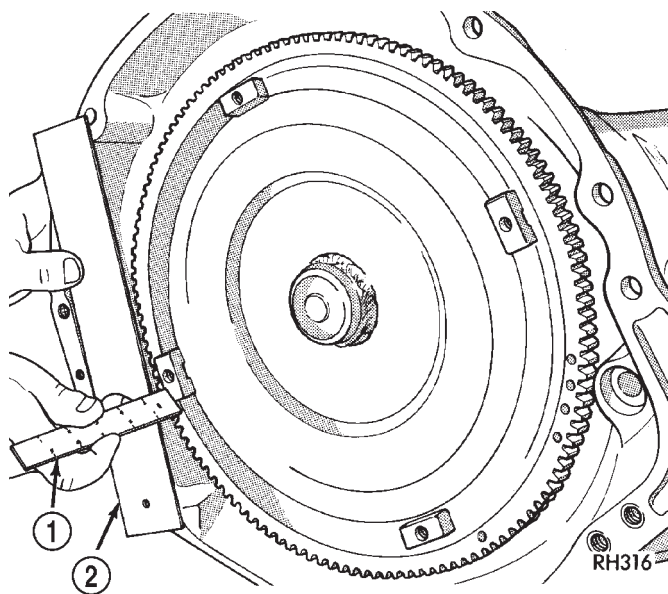

Fig. 307 Verificación del asentamiento del convertidor de par
(3) Alinee el convertidor y la abertura de la junta de la bomba de aceite.
(4) Inserte la maza del convertidor de par en la bomba de aceite.
(5) Mientras empuja el convertidor de par hacia adentro, gírelo hasta que asiente por completo en los engranajes de la bomba de aceite.
(6) Verifique al asentamiento del convertidor con una escala y una regla de trazar (Fig. 307). La superficie de las orejetas del convertidor debe estar a 12,7 mm (1/2 pulg.) de la parte posterior de la regla de trazar cuando el convertidor está totalmente asentado.
(7) Si fuera necesario, sujete momentáneamente el convertidor con el gato de carpintero fijado a la cubierta del convertidor.
(8) Instale la transmisión en el vehículo. (Consulte el grupo 21 - TRANSMISION/TRANSEJE/AUTOMATICO - 41TE - INSTALACION).
(9) Llene la transmisión con el líquido recomendado. (Consulte el grupo 21 - TRANSMISION/TRANSEJE/AUTOMATICO - 41TE/LIQUIDO - PROCEDIMIENTO CONVENCIONAL).